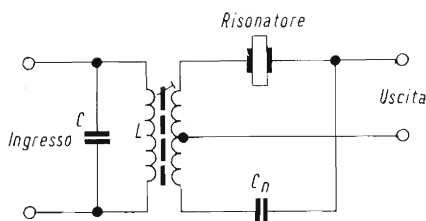

Fig. 7 - Schema di principio di un filtro di second'ordine impiegante un risonatore ceramico.
Il filtro che illustreremo (fig. 7) è formato da un risonatore ceramico e da un circuito accordato (LC). Secondo questa disposizione, il risonatore ceramico si comporta come un elemento selettivo inserito tra il circuito accordato LC ed il carico. Viene aggiunto in più un condensatore di bilanciamento  $C_n$  che serve ad ottenere una soddisfacente reiezione delle frequenze fuori-banda. Questo condensatore serve ad eliminare la risonanza-parallelo del risonatore (antirisonanza) e permette di avere un'impedenza di trasferimento del filtro ( $Z_T$ ) che decresce lentamente al di fuori della banda passante; i punti zero si troveranno quindi alla frequenza zero e all'infinito.